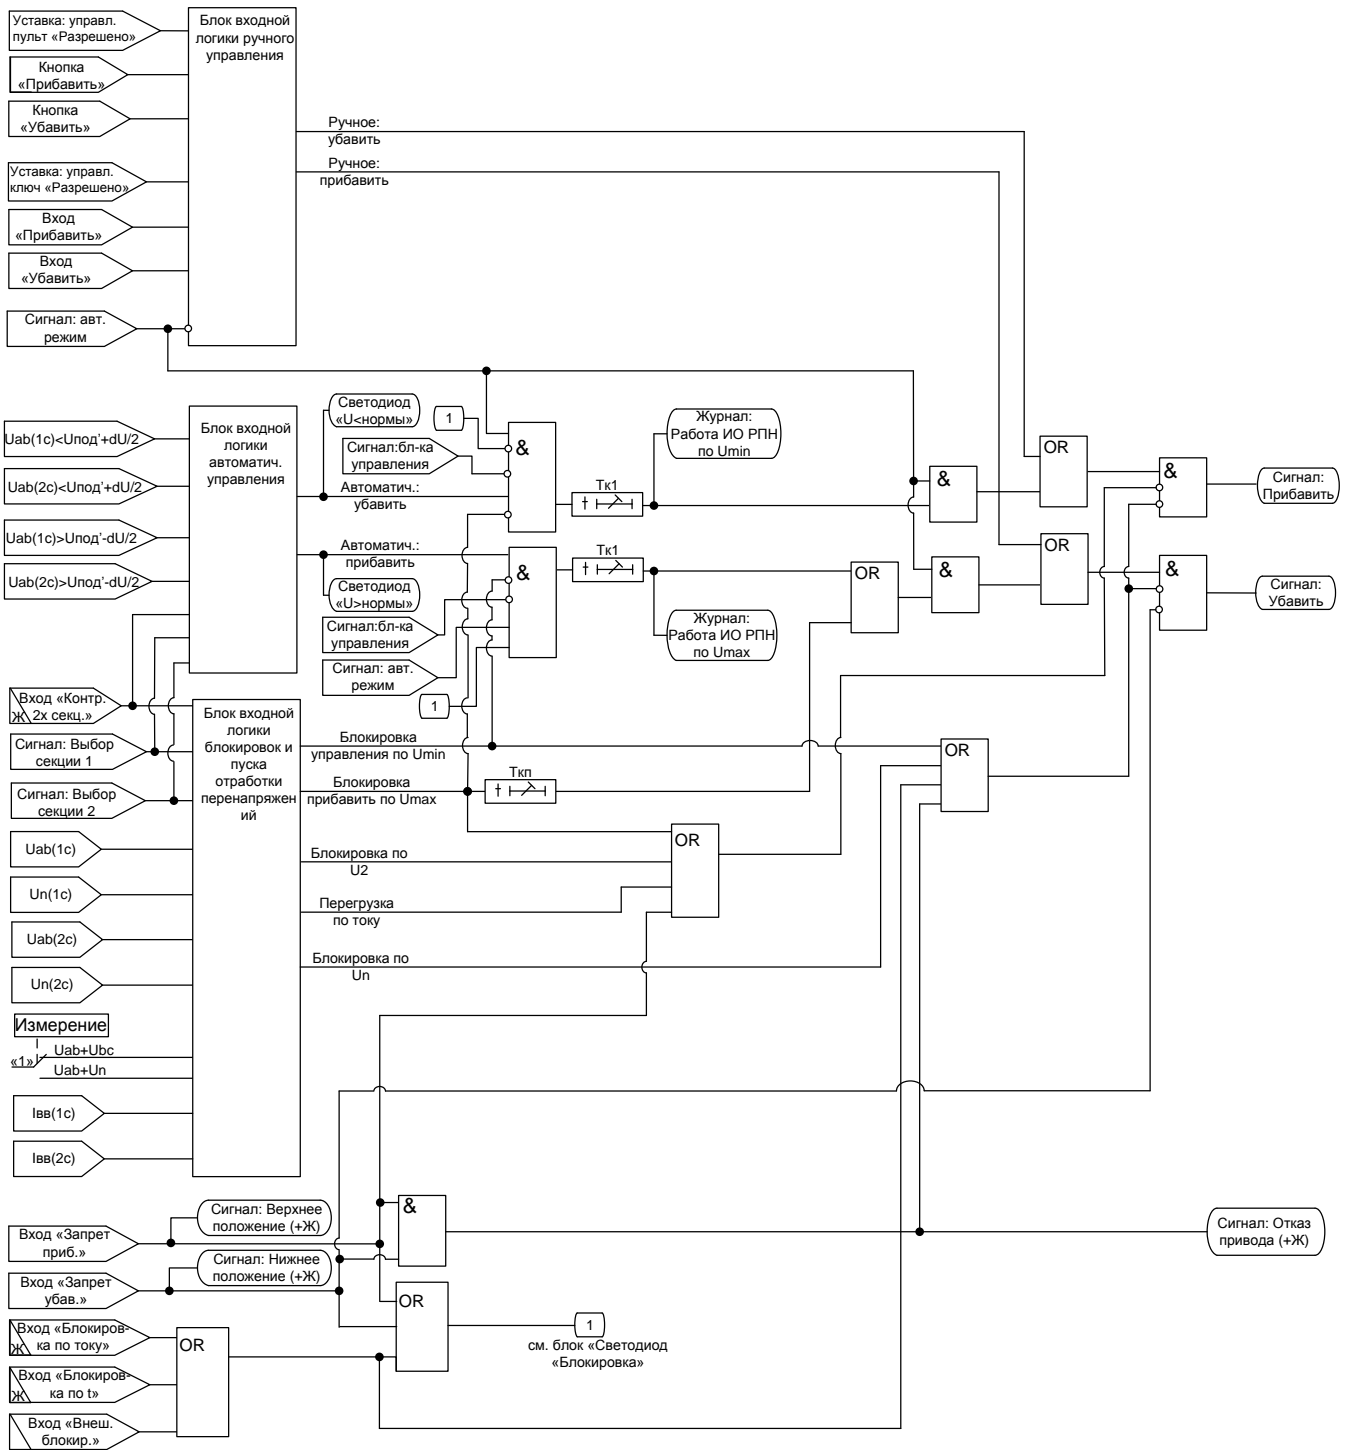
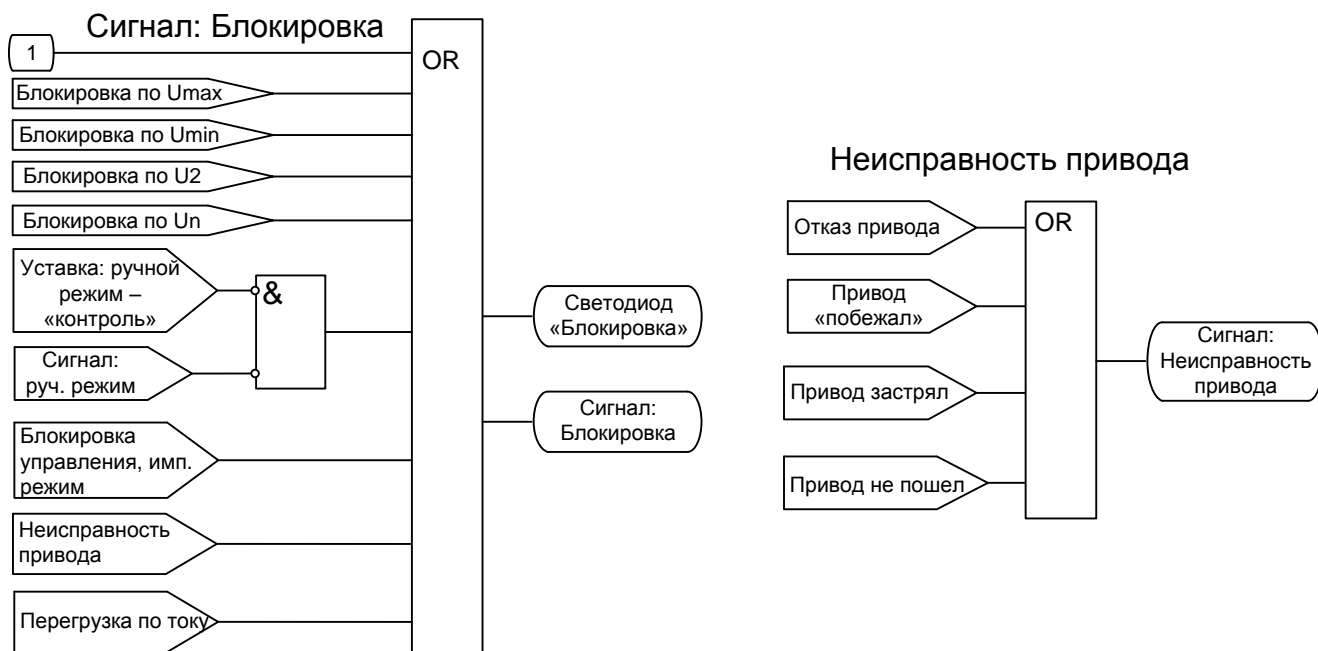

Рисунок 5.1 – Логика формирования команд управления.
Рисунок 5.5 – Логика формирования сигналов «блокировка» и сигнала «неисправность привода».
Блокировки. Наличие любого сигнала внешней блокировки («Внеш. блок.», «Блокировка по току», «Блокировка по t ») запрещает формирование команд «Прибавить» и «Убавить» (см. рис. 5.1), формируется сигнал «Блокировка» (см. рис. 5.5). При снятии сигналов внешней блокировки пропадает сигнал «Блокировка», разрешается регулирование.
Если обнаружен сигнал от нижнего концевого выключателя (на входе «Запрет убавить»), то запрещается выдача команды «Убавить», формируется сигнал «Блокировка» (см. рис. 5.5). При снятии сигнала от концевого выключателя снимается сигнал «Блокировка».
Если обнаружен сигнал от верхнего концевого выключателя (на входе «Запрет прибавить»), то запрещается выдача команды «Прибавить» (см. рис. 5.1), формируется сигнал «Блокировка» (см. рис. 5.5). При снятии сигнала от концевого выключателя снимается сигнал «Блокировка».
При одновременном наличии сигналов на дискретных входах «Запрет прибавить» и «Запрет убавить» регулировка напряжения полностью запрещается, формируются сигналы «Блокировка», «Отказ привода», «Сигнализация». Регулятор деблокируется, когда будут сняты оба сигнала (см. рис. 5.1; 5.4; 5.5).
Внутренняя блокировка по току. Если в регулируемой секции ток ввода $I_{вв} > I_{max}$, то запрещается выдача команды «Прибавить», формируется сигнал «Блокировка», через время контроля перегрузки по току $T_{ср}$ формируются длительный сигнал «Перегрузка» и импульсный сигнал «Сигнализация» (см. рис. 5.1). Сигналы «Блокировка» и «Перегрузка» сбрасываются, когда ток уменьшается ниже $0,95 I_{max}$.
Внутренняя блокировка по U_2 предназначена для блокировки управления РПН при перегорании предохранителя в цепях ТН. Если в регулируемой секции напряжение U_2 превышает уставку, то регулирование запрещается, формируется сигнал «Блокировка» (см. рис. 5.1 и 5.5). При снижении напряжения ниже 98% порогового значения пропадает сигнал «Блокировка», разрешается регулирование.
Работа при достижении U_{\min} . Если в регулируемой секции действующее значение напряжения меньше U_{\min} , то запрещается регулирование, формируется длительный сигнал «Блокировка» и импульсный сигнал «Сигнализация» (см. рис. 5.1; 5.4 и 5.5). При повышении напряжения выше $1,02U_{\min}$ сбрасывается сигнал «Блокировка», разрешается регулирование.
- запрещается выдача команды «Прибавить», формируется длительный сигнал «Блокировка» и импульсный сигнал «Сигнализация» (см. рис. 5.1; 5.4 и 5.5);
Контроль двух секций. Если контролируются обе секции (установлен сигнал «Две секции») и обнаружено превышение граничных условий в любой из двух секций («Перегрузка», «Перенапряжение», «Низкое U » и т.д.), то формируется длительный сигнал «Блокировка» и импульсный сигнал «Сигнализация» и блокируется выдача соответствующей команды управления (см. рис. 5.1; 5.4 и 5.5).
Если условие (5.4) выполняется, то спустя время Тк1 формируется сигнал «Прибавить» (см. рис. 5.1).
Программа понижения напряжения. Если выполняется условие (5.5), то включается светодиод «U>нормы», запускается таймер Тк1 (задержка формирования первичной команды на управление приводом). В течение этого времени контролируется выполнение условия (5.5). Если условие (5.5) не выполняется, то сбрасывается подсчет Тк1 и выключается светодиод «U>нормы». Если условие (5.5) выполняется, то спустя время Тк1 формируется сигнал «Убавить» (см. рис. 5.1).